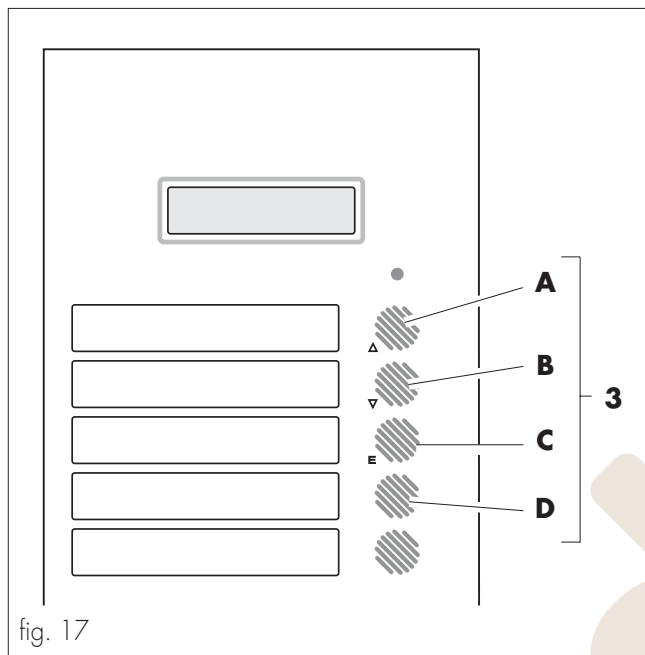

fig. 17
En el modelo D.A. 5P las teclas de programación son **A - B - C - D** (ref. **3**, fig. 17).
En el modelo D.A. 3P las teclas de programación son **A - B - C** (ref. **3**, fig. 17).
- activar el distribuidor mediante el interruptor general (ref. **25**, fig. 1) manteniendo pulsadas simultáneamente las teclas "UP" y "ENTER" (ref. **A** y **C**, fig. 17).
Visualiza los servicios totales y parciales de todas las bebidas, modelo D.A. 5P teclas **A - B - C - D - E** (ref. 3, fig. 17), modelo D.A. 3P teclas **A - B - C** (ref. 3, fig. 17).
Utilizando las teclas "UP" y "DOWN", se pueden visualizar los servicios totales y parciales de cada una de las bebidas, modelo D.A. 5P teclas **A - B - C - D - E** (ref. 3, fig. 17), modelo D.A. 3P teclas **A - B - C** (ref. 3, fig. 17).